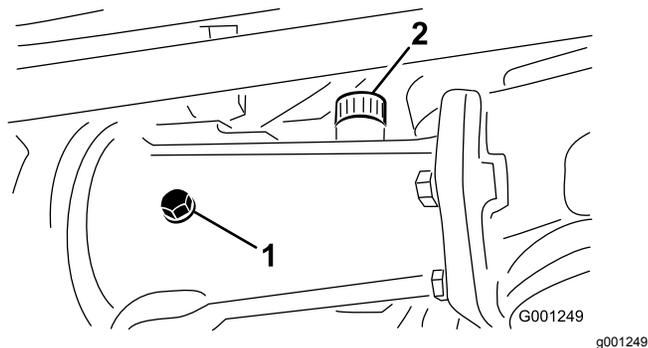
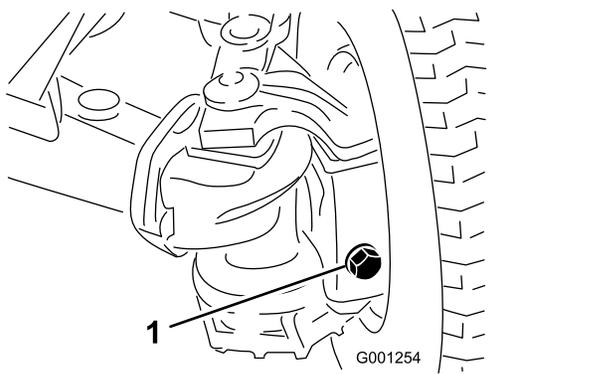

Рисунок 60
Рисунок 61
2. Выверните контрольную пробку из среднего картера моста и самого моста, а также заливную/ контрольную пробки из каждого наружного картера моста (Рисунок 60 и Рисунок 61).
3. Убедитесь, что уровень масла доходит до резьбы в нижней части каждого отверстия, где снята пробка (Рисунок 60 и Рисунок 61).
- A. Для заполнения среднего картера моста снимите заливную пробку (Рисунок 60).
- B. Долейте масло указанного типа для заднего моста в картер(ы) моста так, чтобы уровень масла доходил до нижнего уровня контрольных отверстий (Рисунок 60 и Рисунок 61).
- C. Наложите тефлоновый уплотнитель (если он удален) на резьбу заливной пробки и заверните ее в картер (Рисунок 60).
5. Наложите тефлоновый уплотнитель на резьбу контрольной пробки, снятой со среднего картера моста, и на резьбу заливных/контрольных пробок, снятых с двух наружных картеров моста (Рисунок 60).
6. Заверните контрольную пробку в средний картер моста и заливную/ контрольную пробки в 2 наружных картера моста (Рисунок 60 и Рисунок 61).
8. Наложите тефлоновый уплотнитель на резьбу контрольной пробки, снятой со среднего картера моста, и на резьбу заливных/контрольных пробок, снятых с двух наружных картеров моста; см. Рисунок 60 и Рисунок 61 в разделе Проверка уровня масла в заднем мосту \(страница 59\).
9. Заверните контрольную пробку в картер среднего моста и заливную/ контрольную пробки в 2 наружных картера моста; см. Рисунок 60 и Рисунок 61 в разделе Проверка уровня масла в заднем мосту \(страница 59\).